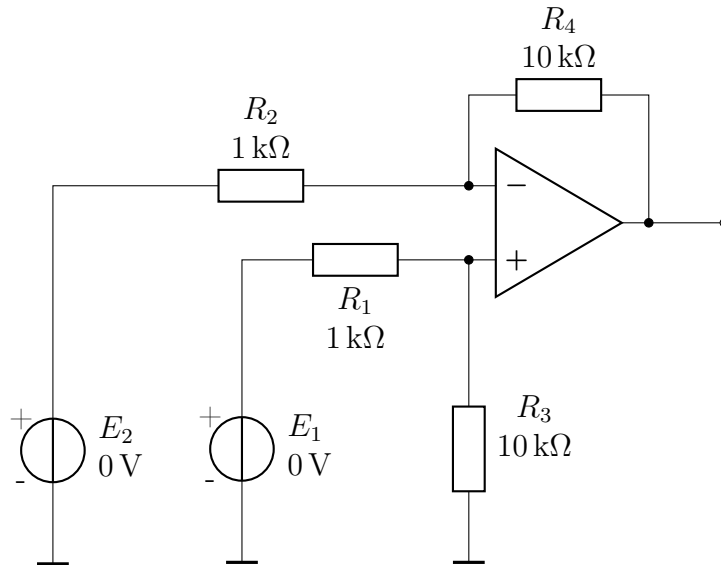

Рис. 4: схема включения операционного усилителя
На рис. 4 приведена схема дифференциального (разностного) усилителя на ОУ.
1. Загрузить программу **ngspice** или **tina** и создать в ней схему дифференциального усилителя. Схема усилителя приведена на рис.4.